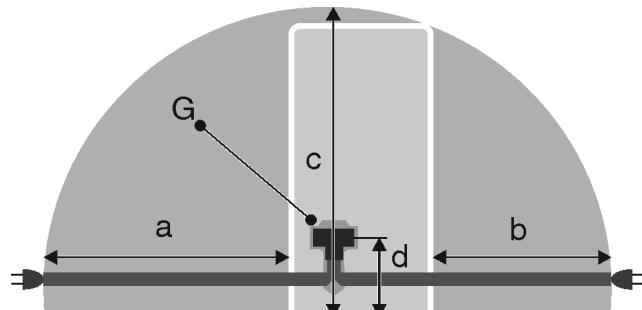

Fig. 23 Kombinimet ftohës-ngrirës / Frigoriferët ngrirës / Frigoriferët i gjithi BioFresh
- Priza elektrike nuk duhet të jetë pas pajisjes, por përkundrazi në zonën a ose b Fig. 23 (a, b, c).
- Futni spinën e pajisjes Fig. 23 (G) në pjesën e pasme të pajisjes. Sigurohuni përfutjen në mënyrën e duhur.